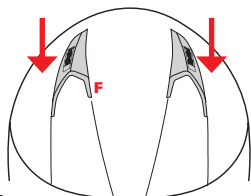

FIGURE 2
Si après répétition de l'essai, il s'avère de nouveau impossible de serrer correctement le système de fermeture, s'abstenir d'utiliser le casque. Uniquement après avoir contrôlé la tension correcte de la sangle, fixer l'extrémité libre en la bloquant à l'aide du bouton automatique se trouvant sur la languette d'ouverture (Figure 2).
PRISE D'AIR FRONTALE SUPERIEURE — F — Figure 2/3
- Figure 2 : Déplacer les curseurs vers l'extrémité antérieure ; de cette façon, les prises d'air seront complètement fermées.